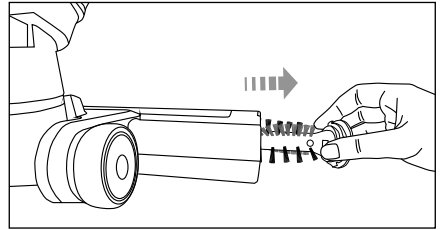

Fig. 8
- 3) Tag børsterullen 18 ud af gulvmundstykket 16 (fig. 8).